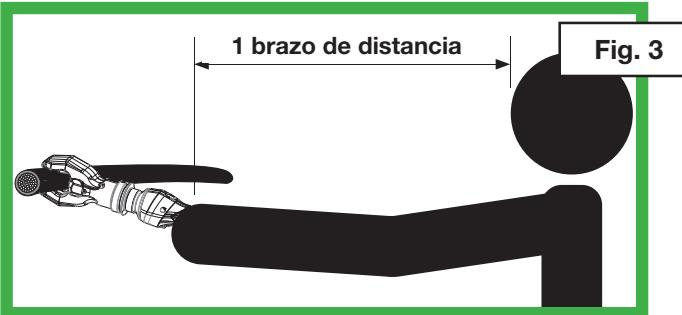

Fig. 3
3. Mantenga la herramienta al alcance del brazo, lejos de su cuerpo. (Fig. 3)
3. Asegúrese que haya la distancia de un brazo entre la herramienta y el usuario (Fig. 3, página anterior) y, a continuación, tire del gatillo para realizar el corte.